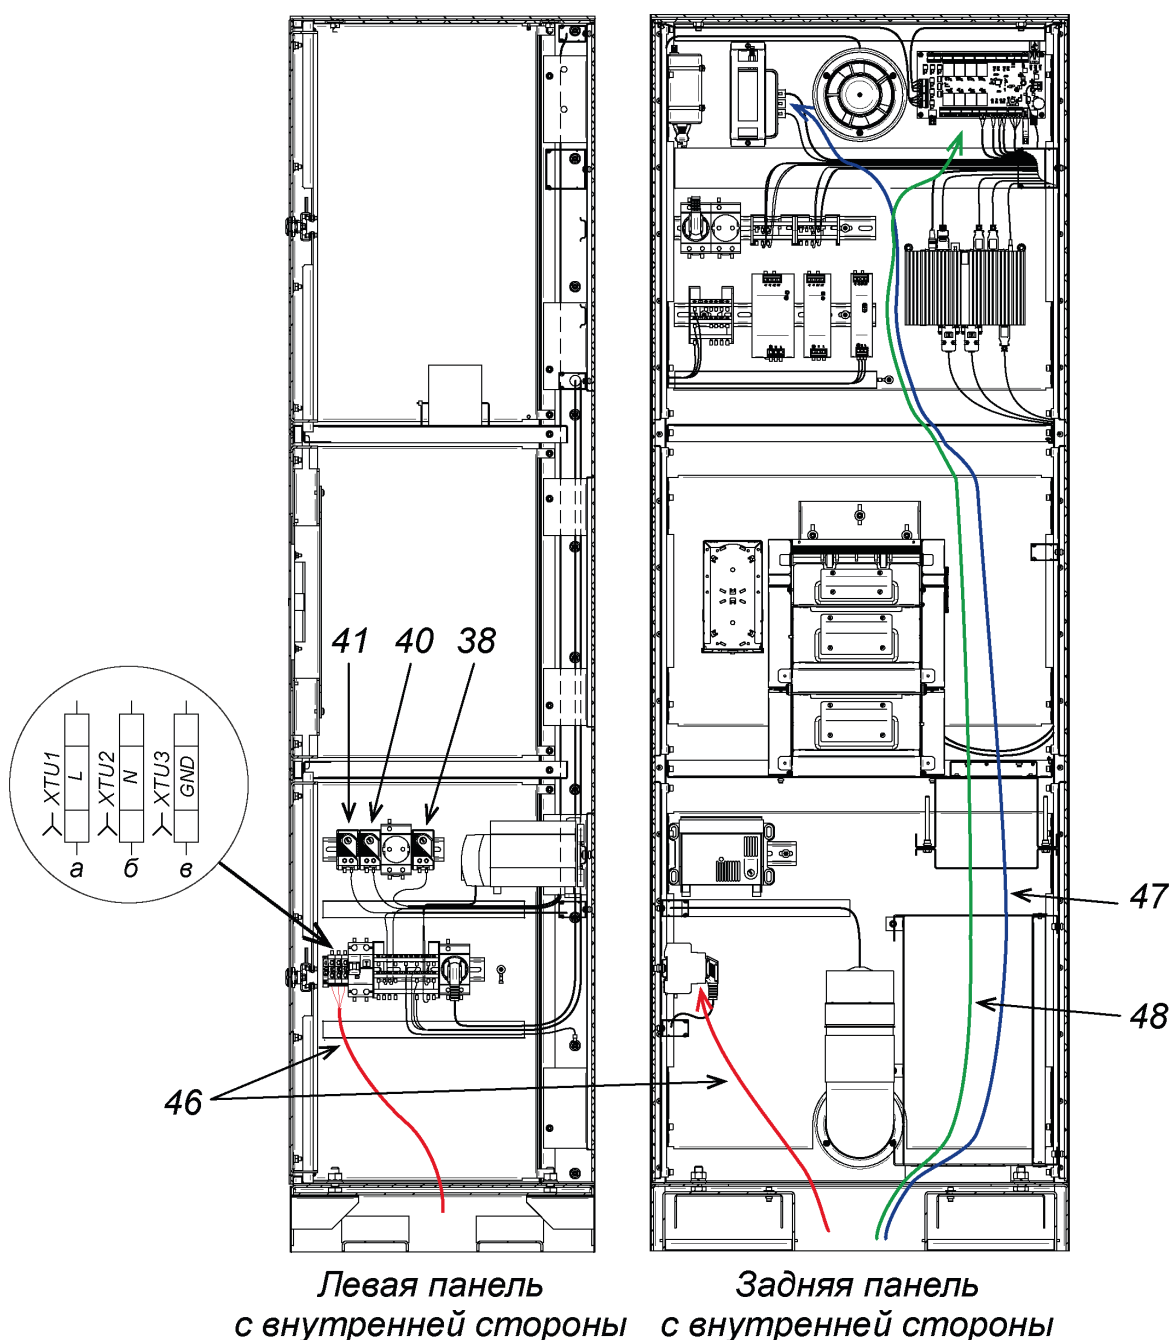

Рисунок 8. Схема прокладки кабелей в паркомате
Перед установкой паркомата необходимо предусмотреть подводку кабелей питания и управления. Например, перед заливкой бетона проложите кабель-канал (пластиковая труба, гофра и т.д.) с кондуктором для протяжки кабелей, концы и соединения кабель-каналов зафиксируйте и тщательно загерметизируйте для предотвращения попадания в них смеси. При использовании готовых оснований выполните штробление, укладку и финишное закрытие кабель-канала. Схема прокладки кабелей в паркомате показана на рис. 8.
12. Протяните кабели внутри паркомата. Рекомендуемое расположение кабелей при прокладке внутри паркомата показано на рис. 8. Кабели рекомендуется проводить вдоль задней стенки паркомата.
13. Подключите кабель питания (46) к зажиму наборному (42) согласно схеме на рис. 8:
14. Подключите кабель *Ethernet* (47) к свободному разъему коммутатора (21).
- с помощью терморегуляторов (40) и (41) устанавливается максимальная температура, при достижении которой будут включаться соответственно приточный (44) и вытяжной (22) вентиляторы для охлаждения паркомата; при этом температура для приточного вентилятора должна быть равной или на 5-10°C ниже, чем для вытяжного вентилятора).
- с помощью терморегулятора (37) на обогревателе (36) устанавливается минимальная температура, при достижении которой будет включаться обогрев паркомата. При этом минимальную температуру включения обогрева нельзя устанавливать ниже 7°C, иначе оборудование стойки может не включиться из-за работы системы предотвращения холодного пуска.